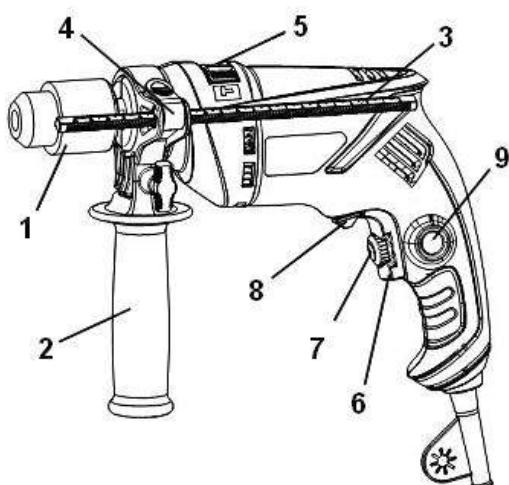

Рисунок 1
Переключение режимов работы изделия осуществляется переводом переключателя (5) (см. рис.1) из одного крайнего положения в другое в сторону соответствующего символа режима работы:
- Ударно-вращательный режим – переключатель (5) должен быть переведен до упора в сторону символа
- Вращательный режим – переключатель (5) должен быть переведен до упора в сторону символа
5.2 Выберите необходимый режим работы изделия с помощью переключателя (5) (см. рисунок 1).
Переключение режимов работы изделия осуществляется переводом переключателя (5) (см. рис.1) из одного крайнего положения в другое в сторону соответствующего знака режима работы: